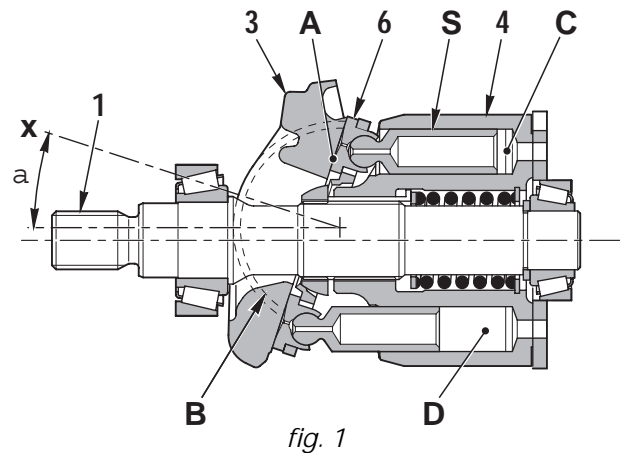

fig. 1
En d'autres termes, quand le bloc-cylindres (4) tourne, le volume de la chambre D diminue, c'est la phase de refoulement, et le volume de la chambre C augmente, c'est la phase d'aspiration. (La fig. 1 montre l'état de la pompe quand l'aspiration de la chambre D et le refoulement de la chambre C sont terminés).